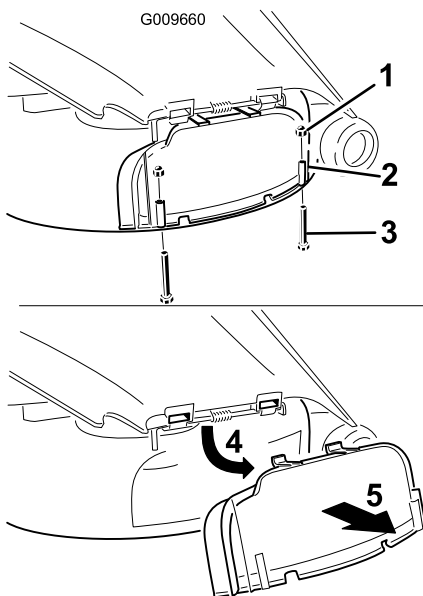

Figura 25
3. Rimuovete i due bulloni e dadi che fissano il coperchio dello scarico al tosaerba (Figura 25).